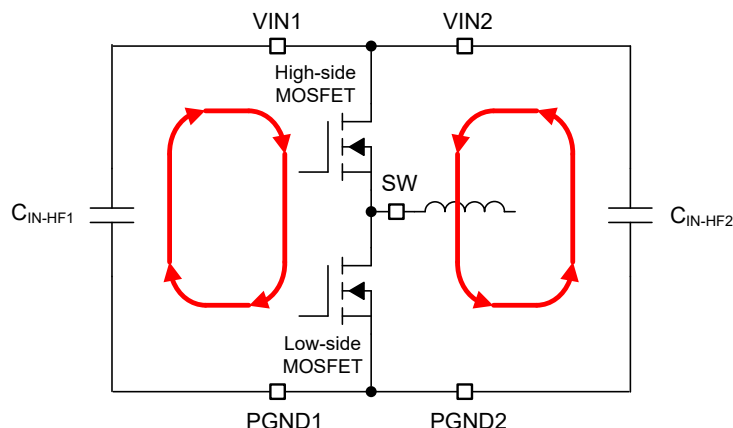

図 8-21. 入力電流ループ
**図 8-21** は、LM64440-Q1 または LM64460-Q1 電力段の高周波数スイッチング電力ループを示しています。降圧コンバータのトポロジカル アーキテクチャは、パワー MOSFET や入力コンデンサに  $di/dt$  が特に大きな電流が流れることを意味し、この実効電力ループ面積を最小化して、寄生インダクタンスを低減することが必須となります。LM64440-Q1 と LM64460-Q1 の両方について、IC パッケージのそれぞれの側に配置されている VIN および PGND ピンに基づく入力コンデンサのデュアル配置と対称配置に注意してください。高周波電流は 2 つに分割され、関連する磁界の寄与が互いに打ち消し合うように効果的に逆方向に流れ、EMI 性能が向上します。